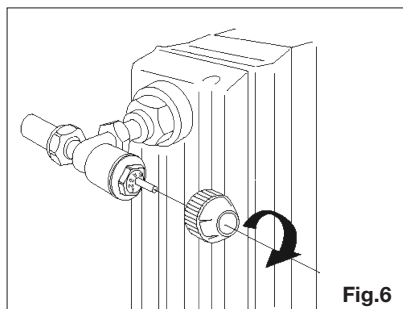

Fig.6
- 1) togliere il cappuccio o il volantino dal corpo valvola (**Fig.6**);